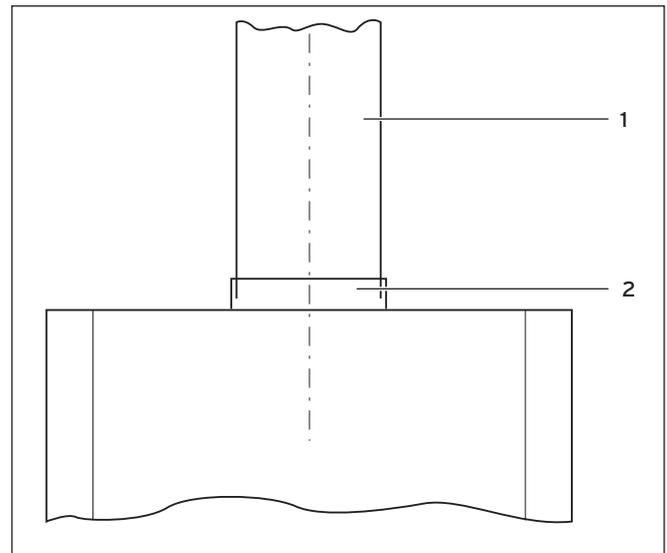

Fig. 4.1 Raccordo fumi
- lasciare aperto il rubinetto dell'acqua ed accendere e spegnere l'apparecchio premendo due volte l'interruttore principale (10).
- Inserire il tubo per lo scarico fumi (1) nel raccordo per il tubo di scarico (2) sul dispositivo antiriflusso, vedi fig. 4.1.